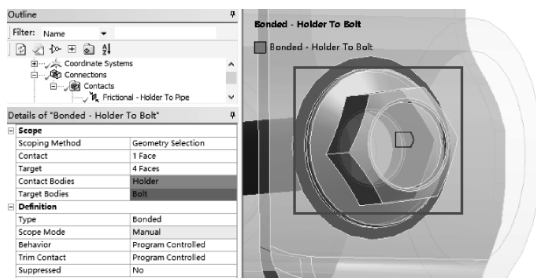
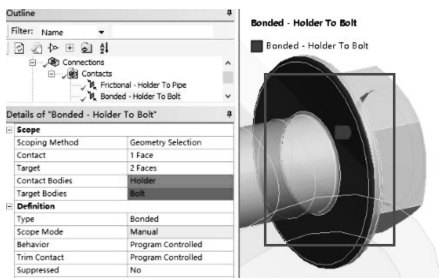
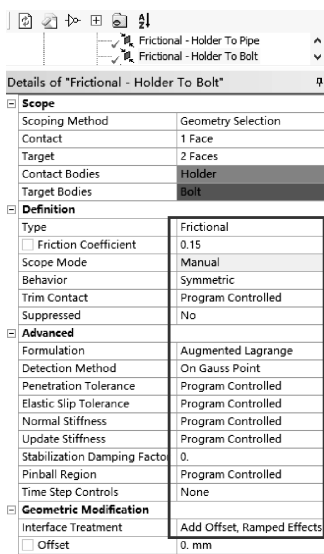

图 2-26 设置摩擦接触面
图 2-27 设置摩擦接触目标面
图 2-28 摩擦接触设置
(3) 设置螺栓头与卡箍表面的接触：单击【Bonded-Holder To Bolt】→【Details of “Bonded-Holder To Bolt”】→【Scope】→【Contact】：单击 3Faces，在空白处单击，单击  选择卡箍侧面圆区域，然后单击【Apply】确定，如图 2-26 所示；【Target】：隐藏整个卡箍，单击 4Faces，在空白处单击，单击  选择卡箍侧面圆区域对应的螺栓头面，然后单击【Apply】确定，如图 2-27 所示；单击【Definition】→【Type】= Frictional，【Frictional Coefficient】= 0.15，【Behavior】= Symmetric；【Advanced】→【Formulation】= Augmented Lagrange，【Detection Method】= On Gauss Point，【Geometric Modification】→【Interface Treatment】= Add Offset, Ramped Effects，其他默认，如图 2-28 所示。